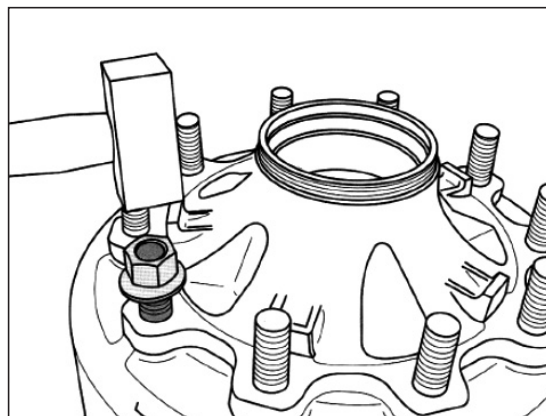

図 .5-1-1-8
9. ベアリングアウターレースをホイールハブから取り出す。(図5-1-1-9)